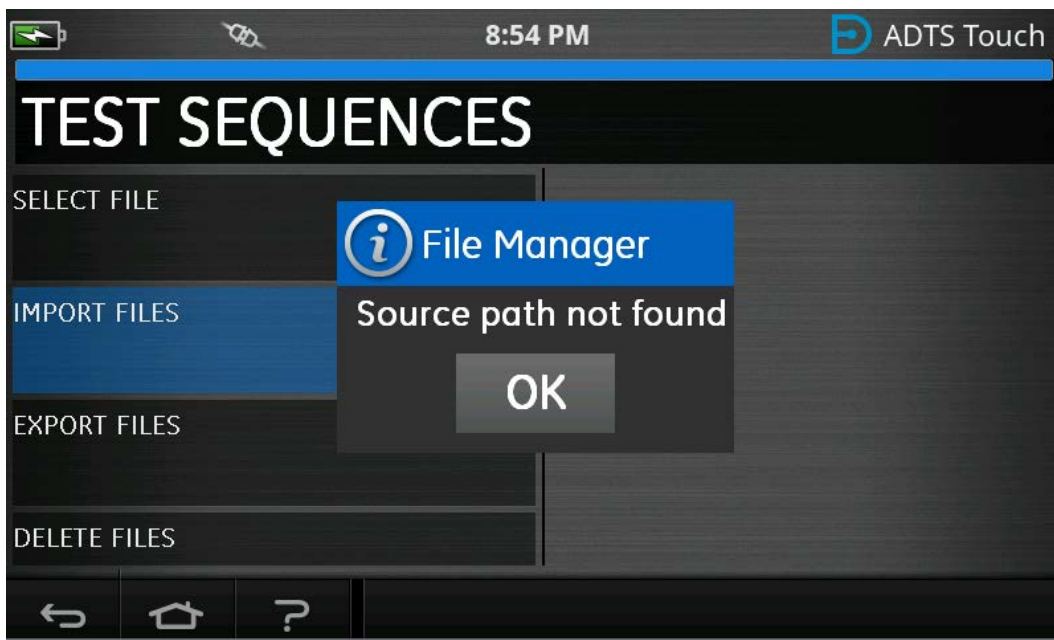

Abbildung 3-41: Fehlermeldung zur Dateiimportmeldung
7. Die Fehlermeldung in Abbildung 3-41 wird angezeigt, wenn sich keine Testsequenzdateien auf dem USB-Gerät befinden.